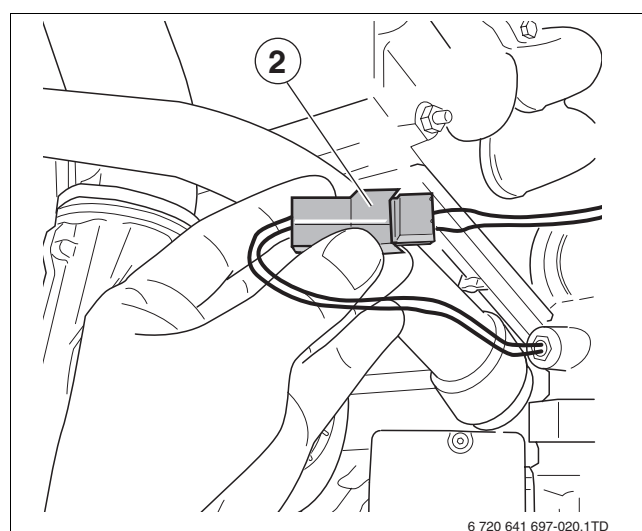

Fig. 13 Détacher la sonde de retour
- ▶ Monter le tuyau de raccordement de gaz conformément aux figures 13 à 23 de la notice de montage (→ fig. 1, [13]).